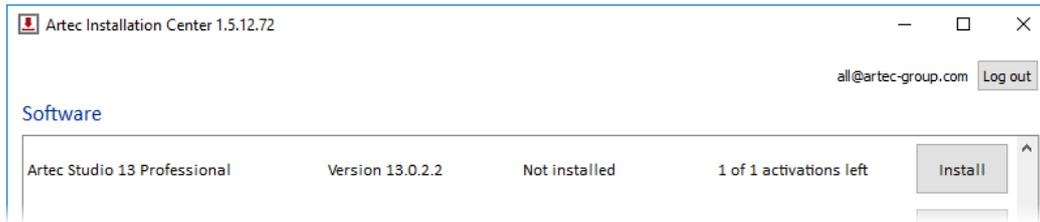

Abbildung 13: Artec Installation Center ist bereit zur Installation von Artec Studio.
- Über das Artec Installation Center (entweder während des Installations-Prozesses oder durch Klicken auf *Installieren* im Programm, wie in Abb. 13 gezeigt)